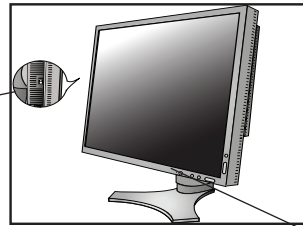

Figure 10
8. Le commutateur de veille sur le côté gauche du moniteur doit être mis sous tension pour que le moniteur fonctionne (Figure 10).